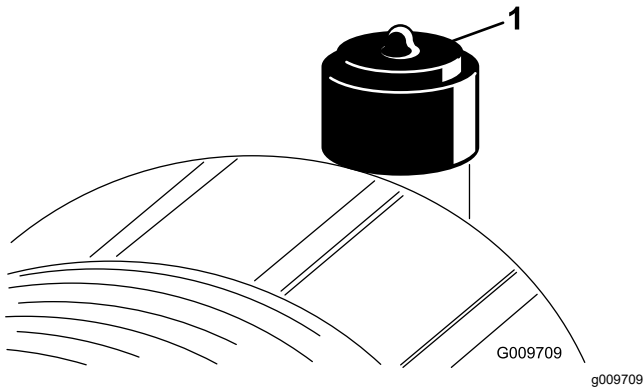

Figura 51
Revise el filtro del limpiador de aire únicamente cuando el indicador de mantenimiento (Figura 51) lo requiera. El cambiar el filtro antes de que sea necesario sólo aumenta la posibilidad de que entre suciedad en el motor al retirar el filtro.
9. Reinicie el indicador (Figura 51) si se ve rojo.